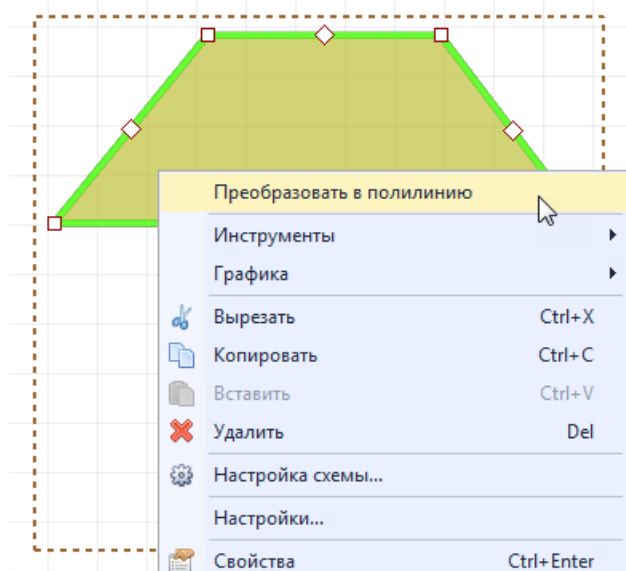

Рис. 382 Вызов функции преобразования из контекстного меню
2. Вызовите контекстное меню и выберите пункт «Преобразовать в полилинию», см. Рис. 382.